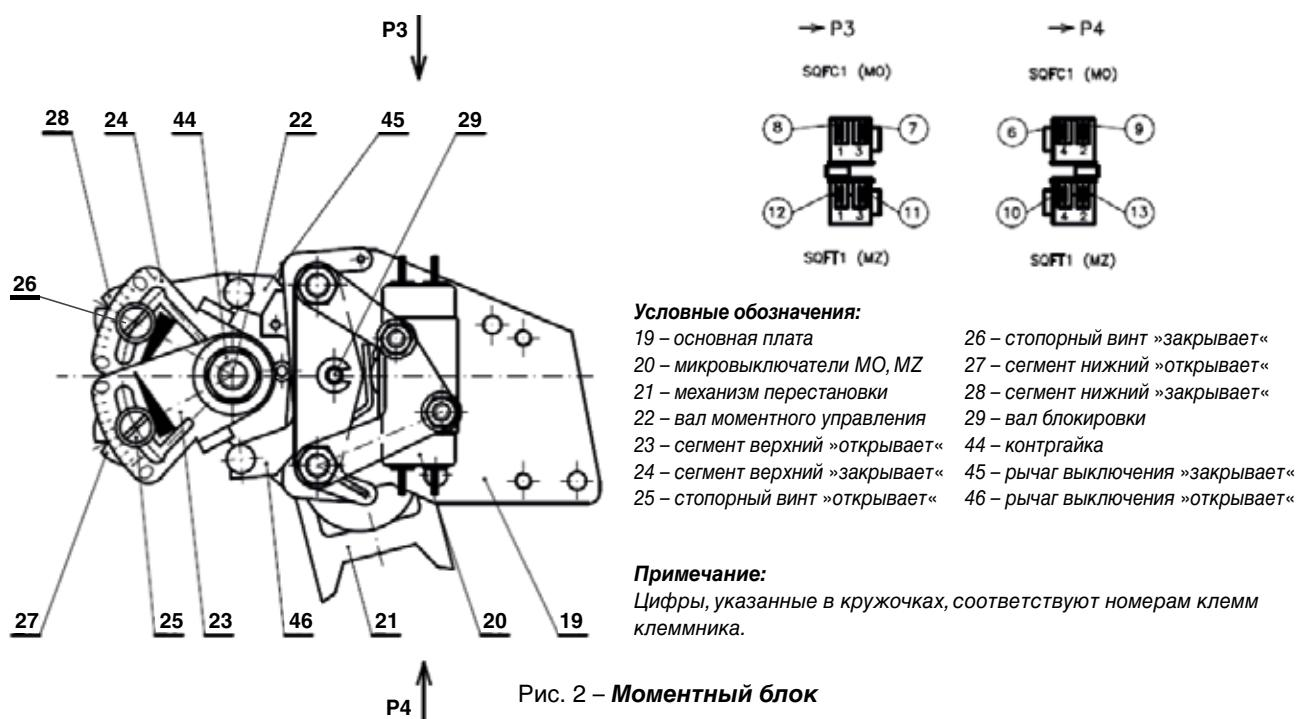

Рис. 2 – **Моментный блок**
**а) Блок моментного выключения** – рис. 2 является самостоятельным монтажным узлом, образованным основной платой –19–, на которой установлены микровыключатели –20– и которая одновременно образует подшипники для вала моментного управления –22– и вала блокировки –29–.
Для установки момента выключения, отличающегося от момента, установленного на заводе-изготовителе, следует ослабить контргайку –44– (см. рис. 2), а также соответствующий стопорный винт –26– (для направления »закрывает«) или –25– (для направления »открывает«). Потом следует вставить отвертку в шлиц верхнего сегмента –24– или –23– и поворачивать сегмент до момента, когда вырез в сегменте –28– или –27– будет показывать соответствующее место на шкале. Для определения этого места разность между максимальным и минимальным устанавливаемым моментом в Нм следует разделить на количество делений между знаками максимального и минимального моментов. В результате этого определяется цена деления шкалы в Нм и путем интерполяции находится место на шкале, которое должен показывать вырез в сегменте –28– или –27–.
- 2) Если после пуска электропривода в случае, когда выходной вал электропривода находится в конечном положении, выходной вал самопроизвольно останавливается, то необходимо обеспечить, чтобы вырез в колесе переключения (рис. 1) останавливался в конечном положении выходного вала электропривода (после выключения момента выключателя) перед достижением механизма перестановки -21- (рис. 2). Для этого следует подходящим образом повернуть выходной вал электропривода при соединении электропривода с арматурой или путем подходящего поворота колеса переключения относительно выходного вала. Колесо переключения для этой цели имеет два дополнительных отверстия.